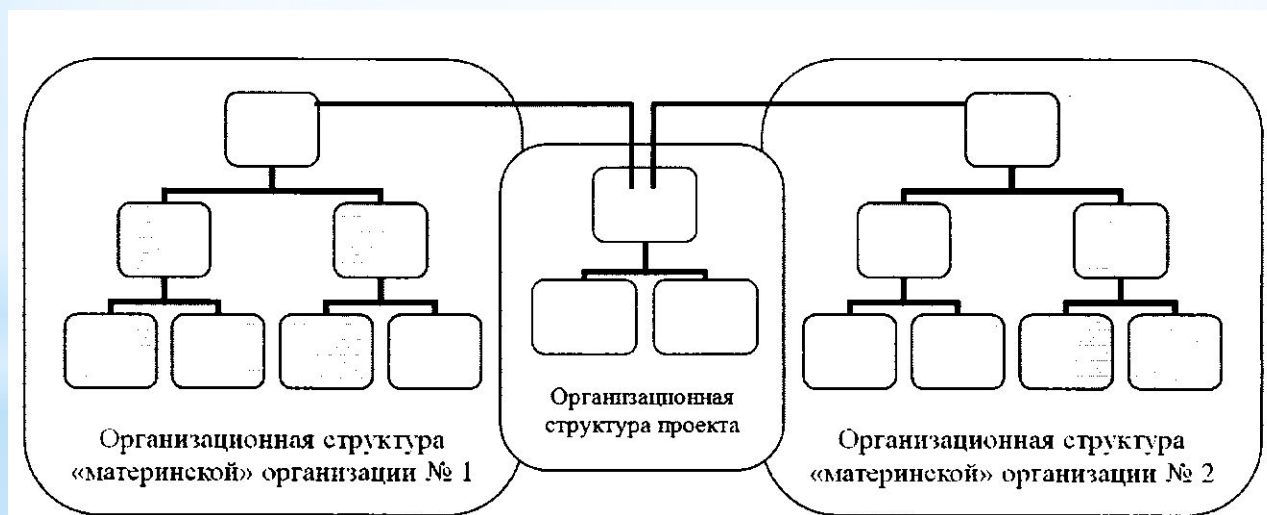

Рис. 7. Схема двойственной организационной структуры управления проектом
4. В случае, если в управлении проектом принимают равноценное участие две организации, то возникает двойственная организационная структура управления проектом (рис. 7).